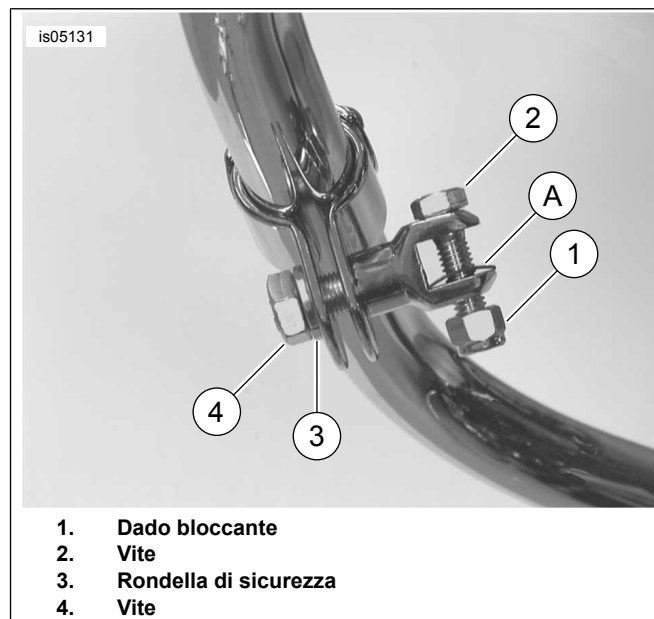

Figura 1. Installazione della bulloneria di montaggio (pedalina poggiapiedi non illustrata)
2. Vedere Figura 1. Riunire le linguette del morsetto a 3 elementi tirando con un morsetto, o con le apposite pinze, e installare la vite da 1/2 pollice di diametro (4), la rondella di sicurezza (3) e l'attacco della pedalina poggiapiedi come illustrato. Serrare la vite a fondo.
3. Installare le pedaline poggiapiedi (acquistate separatamente) utilizzando le viti da 3/8 di pollice di diametro (2), le rondelle elastiche (A) e i dadi bloccanti (1) inclusi nel kit. Assicurarsi che la rondella elastica (conservata dal kit di bulloneria originale con N° codice 50964-98) sia collocata all'interno del sostegno della pedalina poggiapiedi con il bordo dritto rivolto verso la parte interna del sostegno. Serrare i dadi bloccanti ad una coppia di 26 N·m (19 ft-lbs).